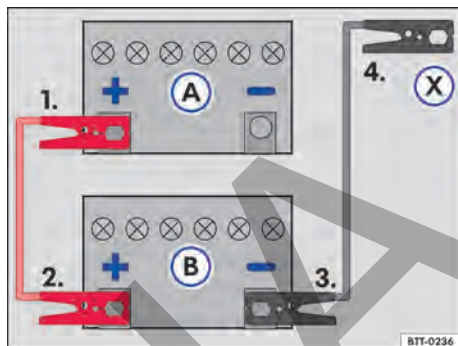

Fig. 140 Esquema para la conexión de los cables auxiliares de arranque: batería del vehículo descargada (A) y batería del vehículo que provee la corriente (B).
Leyenda para → fig. 140:
Conectar el cable de arranque auxiliar solo en la secuencia 1 - 2 - 3 - 4 → fig. 140.
- Conectar un extremo del cable de arranque auxiliar *rojo* al polo positivo (+) del vehículo con la batería del vehículo descargada → fig. 140 (A) → ⚠.
- Conectar el otro extremo del cable de arranque auxiliar *rojo* al polo positivo (+) del vehículo suministrador de corriente (B).
- Conectar un extremo del cable de arranque auxiliar *negro* al polo negativo de la batería del vehículo que suministra la corriente (B).
- Conectar el otro extremo del cable de arranque auxiliar *negro* (X) al vehículo con la batería del vehículo descargada en una pieza maciza de metal atornillada firmemente al bloque del motor o en el mismo bloque del motor - aunque no cerca de la batería (A) → ⚠.